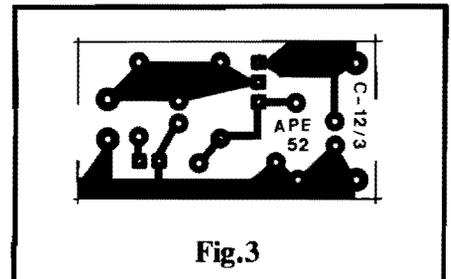

Fig. 3
- FIG. 3 - LAY OUT DO CIRCUITO IMPRESSO ESPECÍFICO - A placa é tão pequena (em tamanho natural, na figura...) que pode até ser feita aproveitando-se uma "lasquinha" de fenolite cobreado qualquer, que esteja "sobrando" aí pela sucata do Leitor/Hobbysta (ou ainda adquirida a preço "de banana" nas lojas de saldos...). Como são poucos (e pequenos...) os componentes, foi possível elaborar-se um padrão bastante compacto para as ilhas e pistas cobreadas, contribuindo para a miniaturização do conjunto... Recomendamos que o Leitor/Hobbysta use materiais profissionais na traçagem, ou seja: decalques ácido-resistentes, que darão excelente acabamento ao Impresso... Entretanto, quem for bastante "caprichoso", poderá perfeitamente executar a traçagem com tinta (caneta apropriada...). Quem ainda não tem muita prática na confecção e utilização prática dos Circuitos Impressos, **deve** ler com atenção as INSTRUÇÕES GERAIS PARA AS MONTAGENS (lá no começo de toda APE...), na busca de importantes informações, conselhos e "dicas" práticas...